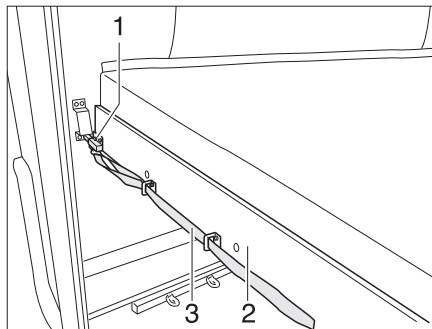

Fig. 168 Lit superposé (arrière)
- Tirer sur la boucle (Fig. 168,3) et désenclencher le verrou (Fig. 168,1).
- Tirer le sommier à lattes (Fig. 168,2) avec le matelas vers l'avant jusqu'à ce qu'il s'enclenche.